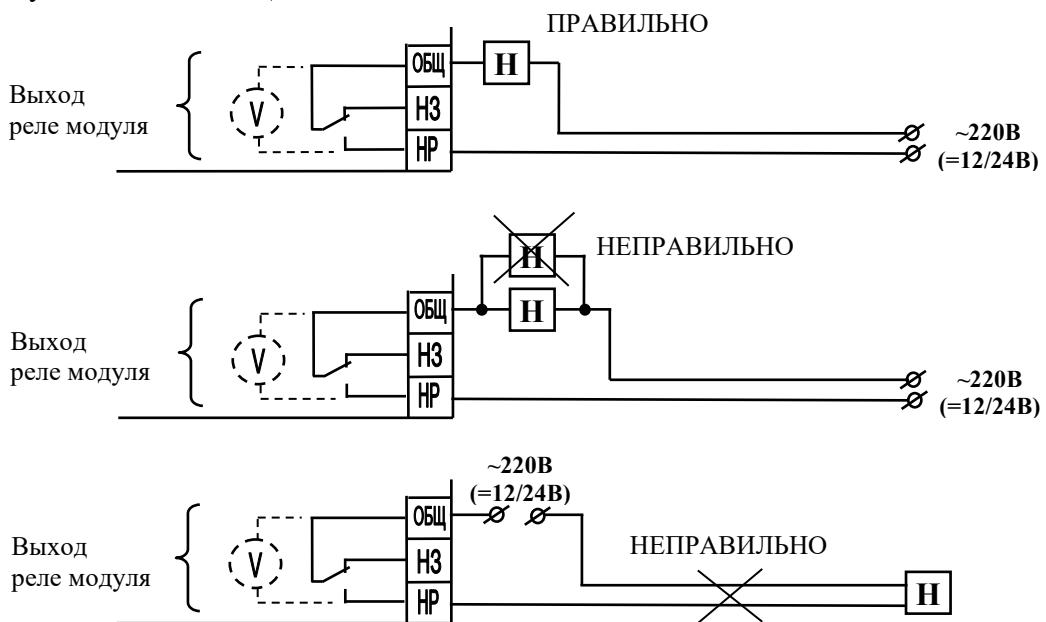

Рис.4. Особенности схемы подключения нормально-включенной нагрузки к МАКС-У исп.2.
3. Извлечение платы из корпуса и удаление джамперов, указанных на рис.4, производить при отключенном напряжении нагрузки.
2.2.4. На рис. 4 показаны наиболее часто встречающиеся ошибки подключения нормально-выключенной нагрузки к контактам модуля. На рисунке представлен также принцип контроля цепи управления, который условно может быть представлен как вольтметр, измеряющий напряжение между клеммами ОБЩ и НР.
Как демонстрирует рис.4, модуль обеспечивает контроль исправности цепи только одной подключенной нагрузки – обрыв цепи второй нагрузки обнаружен не будет.
При этом для эффективного контроля исправности нагрузки и цепи управления рекомендуется устанавливать модуль вблизи нагрузки. При работе с удаленной нагрузкой, как показано на рис.4, короткое замыкание в проводах, питающих нагрузку, обнаружено не будет.